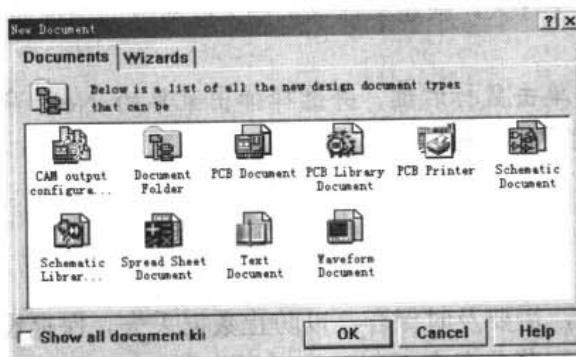

图 1-7 New Document（新建文件）对话框
- (2) 执行 File|New 命令，弹出如图 1-7 所示的 New Document（新建文件）对话框。这个命令将新建一个空白文件，文件类型可以是电路原理图 sch 文件、印刷电路板 PCB 文件、原理图元件库编辑文件、印刷电路元件库编辑文件等，只需双击此对话框里的文件类型图标即可建立一个新文件。